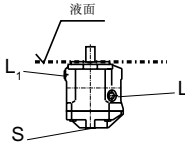

图1
- 当油箱的最低液面和泵的安装法兰面同高或更高时，将“L”、“L1”和“S”口打开；(如图1)。